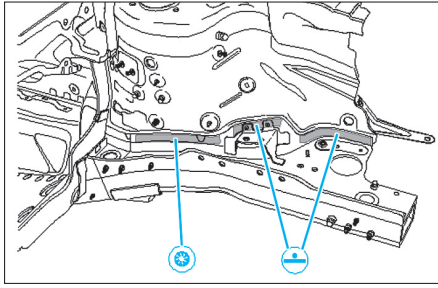

FIG. 36
- Souder l'accostage comme illustré (Fig.36).